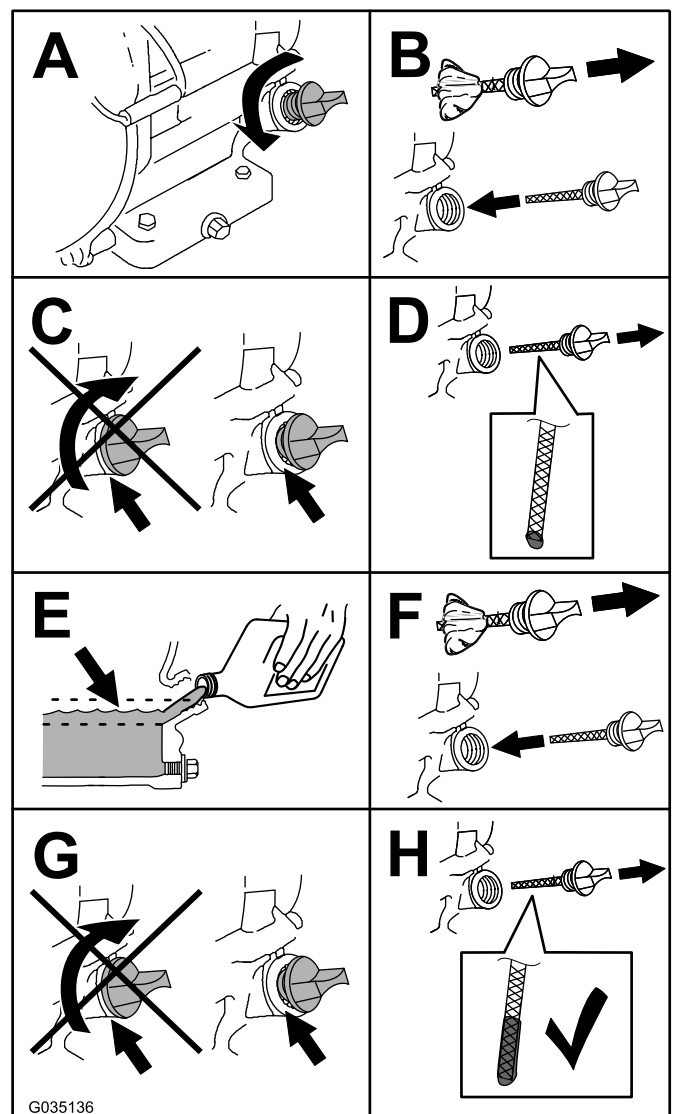

Figura 24
5. Compruebe el nivel de aceite como se muestra en Figura 24.